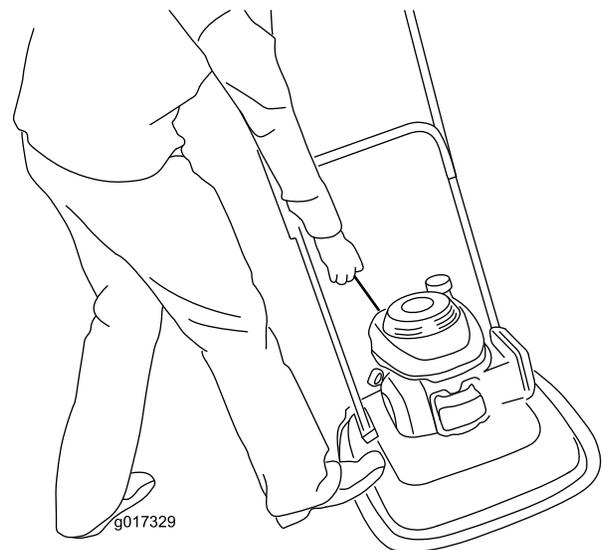

Figura 13
3. Posizionate il piede sul piatto e inclinate la macchina verso di voi (**Figura 13**).